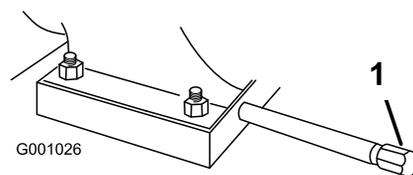

Bild 41
- Reinigen Sie den Bereich um die Ablassschraube (Bild 41).